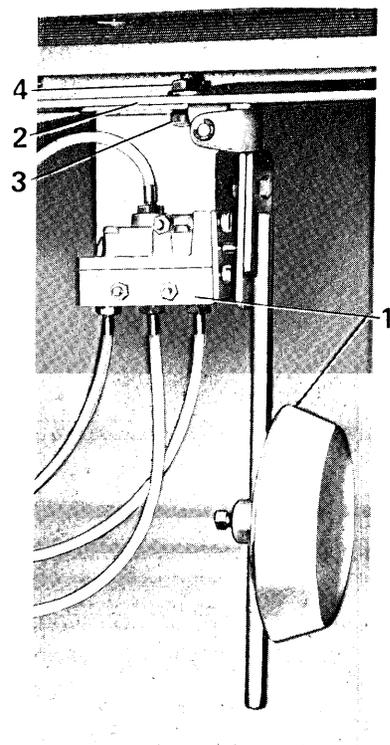

Fig. 7
- Il gruppo ginocchiello-valvola 1 fig. 7 va fissato alla traversa 2 tramite vite a testa esagonale 3 e dado 4.